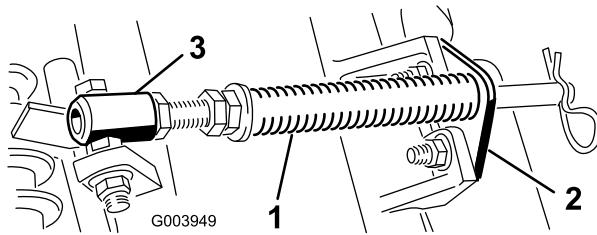

Figura 5
- A. Retire os 2 parafusos e porcas da carroçaria que prendem o suporte da barra aos separadores da unidade de corte (Figura 5).
- B. Retire a porca flangeada que prende o parafuso com cabeça do tubo de mola ao separador da estrutura de suporte (Figura 5). Retire o conjunto.